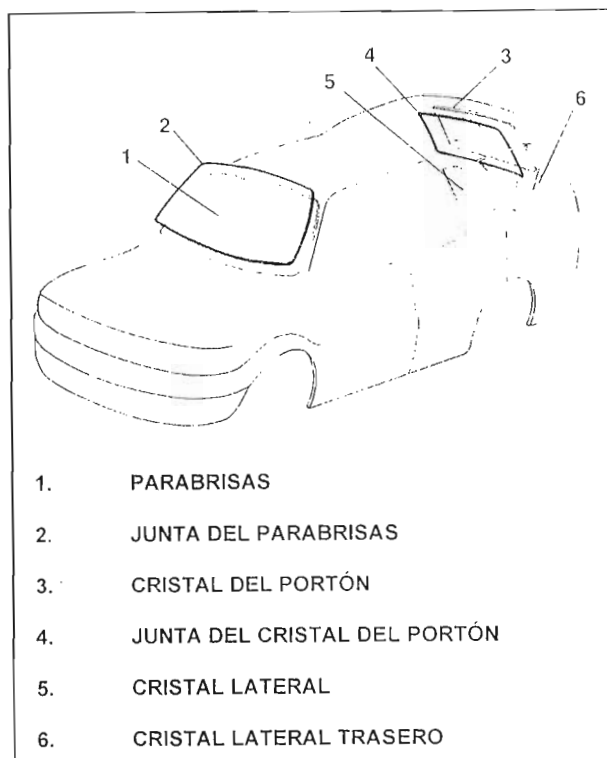

Fig. 29.
20. PROCEDIMIENTO PARA FIJAR EL PARABRISAS, LOS CRISTALES LATERALES Y EL CRISTAL DEL PORTÓN (Fig. 29)